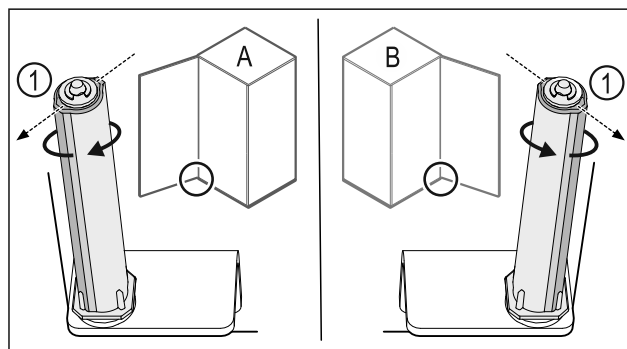

Fig. 23 Atidarymas į kairę (A) / atidarymas į dešinę (B)
- Sukite uždarymo sistemą, įveikdami pasipriešinimą, kol uždarymo sistemos pertvara Fig. 23 (1) bus nukreipta į išorę.